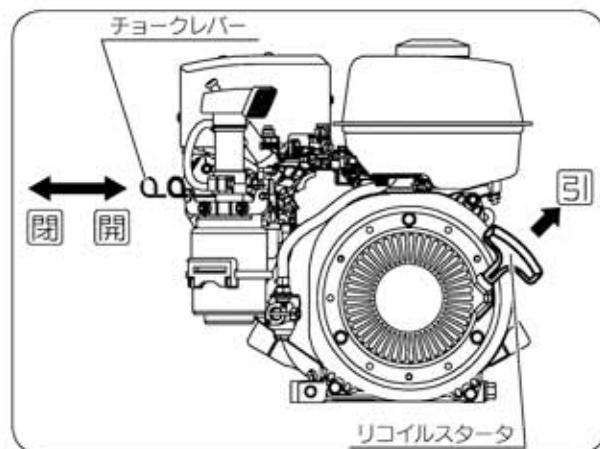

図9
(図9)
⑧ リコイルスターを引っ張りエンジンが始動したらチョークレバーを【開】位置にしてください。
- リコイルスターを3回以上引っ張っても始動しない時は燃料の吸い過ぎになりますのでチョークレバーを【開】位置にしてから再度リコイルスターを引っ張ってください。 (図9)